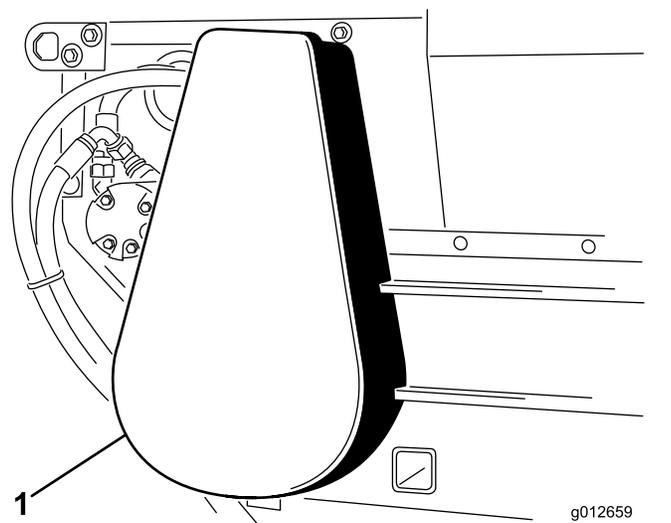

**Рисунок 27**
3. Проверьте уплотнения бункера и кромку затвора на наличие износа или истертых краев (**Рисунок 27**).